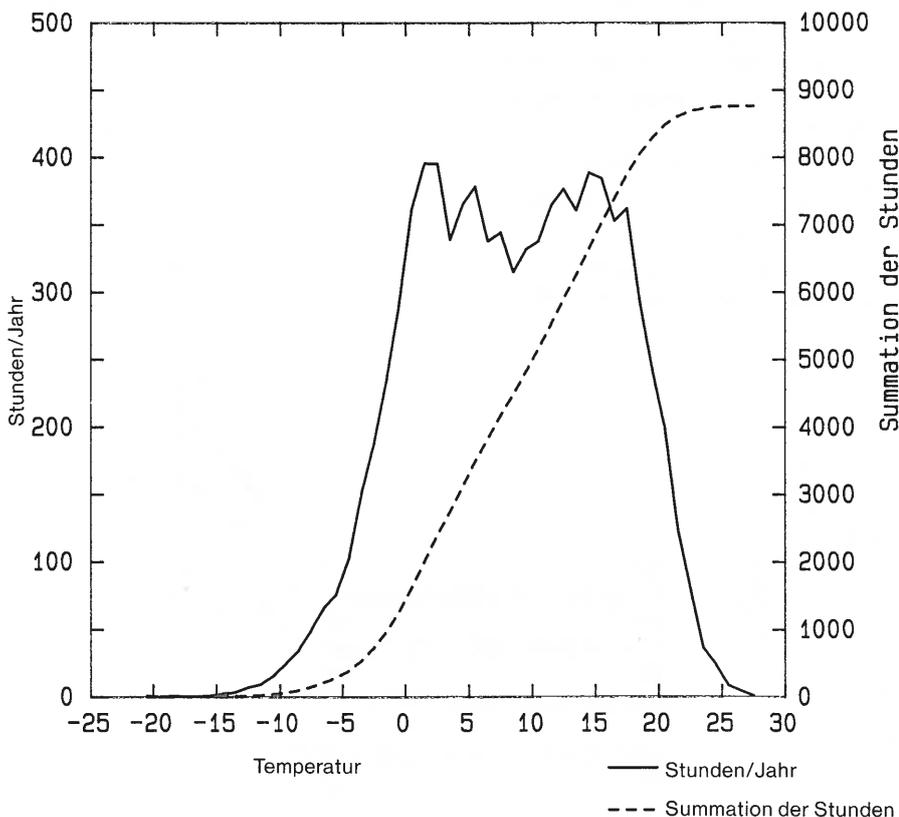

Abb. 4: Temperaturhäufigkeiten und Summation von Zürich nach 60jährigem Mittel aus Tagesmitteltemperaturen [1].
Schliesslich kann man mit den Angaben über die **durchschnittlichen jährlichen Häufigkeiten der Tagesdurchschnittstemperaturen** (Abb. 4) den Jahreswärmebedarf und auch die durch den Wärmetauscher zurückgewonnene und zum Heizen genutzte Wärme eines Stalles als Grundlage für eine Wirtschaftlichkeitsbetrachtung ermitteln (1). Eine Berechnung nach Monatsmitteltemperaturen ist ungenau, da selbst die langjährigen Temperaturhäufigkeiten der Tagesmittel eines Monats sehr streuen, und Lüftungsverluste bei tieferen Temperaturen solche höherer Temperaturen nicht immer kompensieren.